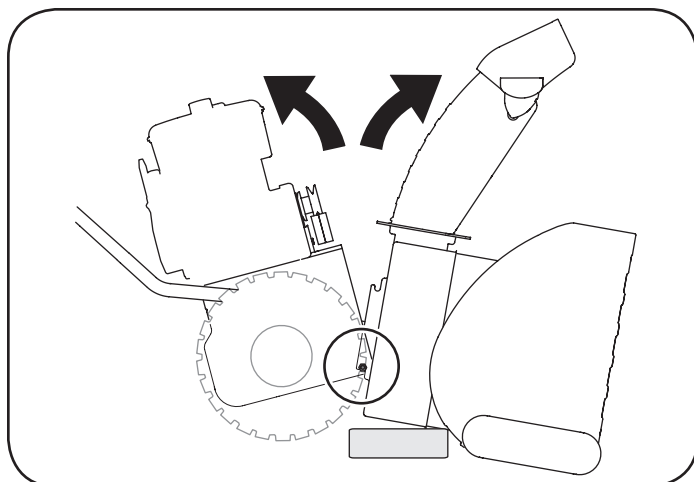

Figura 26
5. Coloque un bloque de madera debajo de la caja de la barrena como se muestra en la Figura 26 y separe la caja de la barrena del marco inclinando la caja hacia adelante y tirando hacia arriba de las manijas.